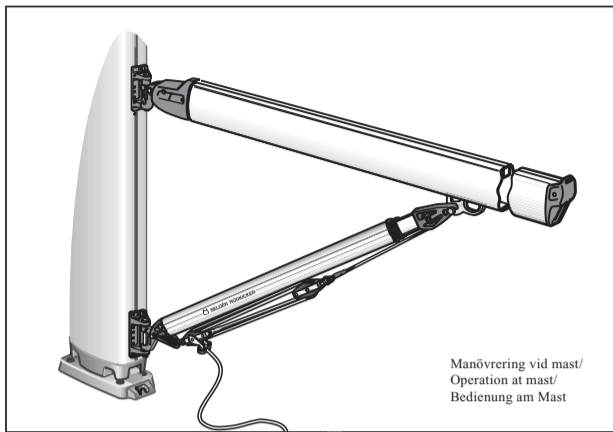

Fig. 1
1. Nehmen Sie die Auflagedfeder ③ ab, indem Sie gleichzeitig die beiden Arretierungsknöpfe drücken.
2. Ziehen Sie das innere Rohr ② heraus.
3. Nehmen Sie den unteren Endbeschlag aus dem äußeren Rohr ①.
4. Setzen Sie die obere Buchse ④ in die Distanzhülse ⑧ ein.
6. Schrauben Sie das dicke Ende der Gasdruckfeder in den oberen Endbeschlag ④.
7. Schrauben Sie das dünne Ende der Gasdruckfeder in den unteren Endbeschlag ⑥, gemäß Abb. 1. Stellen Sie die Endstücke so auf, dass die Nuten nach oben zeigen.
8. Halten Sie den Draht etwas gespannt und führen Sie dann die Gasdruckfeder mit dem unteren Endbeschlag in das dickere Rohr. Achten Sie darauf, dass der Führungsbuchse ⑦ richtig auf dem inneren Rohr liegt.
9. Schieben Sie die Auflagedfeder ③ mit den Arretierungsknopfen wieder in das äußere Rohr.
10. Führen Sie das kleinere ② in das größere Profil ①. Stellen Sie sicher, dass die Führungsbuchse ⑦ korrekt auf dem kleineren Profil liegt.
11. Schieben Sie die Feder ③ auf das größere Profil bis sie einrastet.